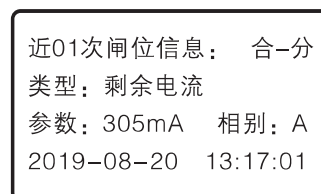
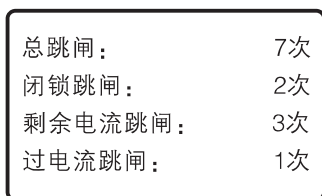

图9
图10
- 【菜单】：可用于进入菜单，在设置及密码输入状态时做光标左移使用。进入菜单后，在跳闸信息记录中，按【▲】、【▼】键，可查询最近几次的跳闸信息。如图9显示，A相剩余电流跳闸，跳闸时最大剩余电流值305mA，跳闸时间2019年08月20日13时17分01秒。进入菜单，选中跳闸次数，进入跳闸次数查询状态。显示跳闸次数参数。如图10，所示为总跳闸7次，闭锁跳闸2次，剩余电流跳闸3次，过电流跳闸1次。